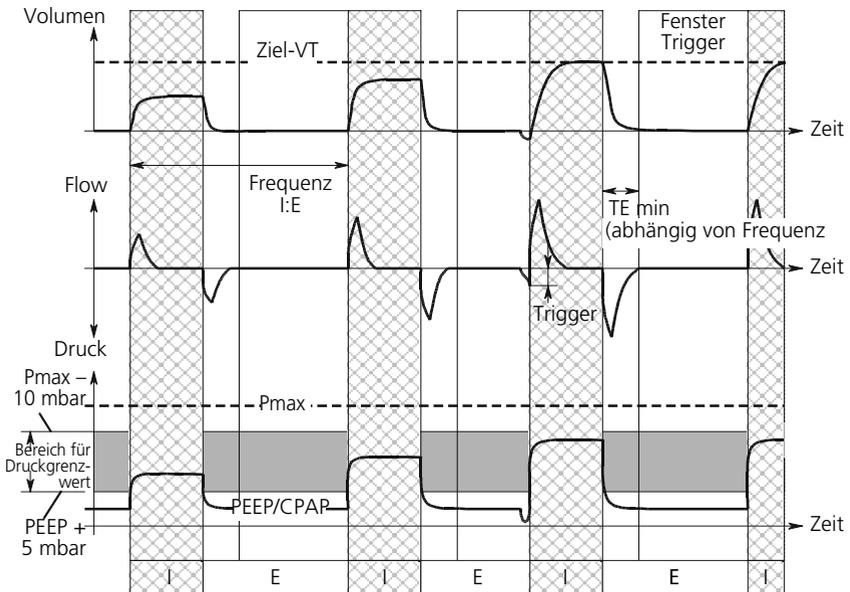

Abbildung B-5. Atemhubabgabe durch die adaptive Steuerung im Modus (S)CMV+ von RAPHAEL
Im Modus (S)CMV+ wird das Tidalvolumen nach einem neuen Konzept (der adaptiven Volumensteuerung) kontrolliert. Bei der adaptiven Steuerung werden die Vorteile der druckkontrollierten mit denen der volumenkontrollierten Beatmung miteinander vereint. Bei jedem Atemhub vergleicht die adaptive Steuerung das benutzerdefinierte Tidalvolumen mit dem Durchschnitt des inspiratorischen und des expirierten Tidalvolumens. Zusätzlich passt die adaptive Steuerung den Inspirationsdruck, der während des nächsten Atemhubs angewendet wird, soweit an, dass das Zielvolumen erreicht wird. Der Inspirationsdruck wird schrittweise angepasst, bis auf maximal 2 mbar pro Atemzug. Der ASV-Controller stellt den Inspirationsdruck so ein, dass er zwischen (PEEP + 5 mbar) und (Pmax - 10 mbar) liegt (max. 50 mbar über dem Wert für PEEP; Abbildung B-5).